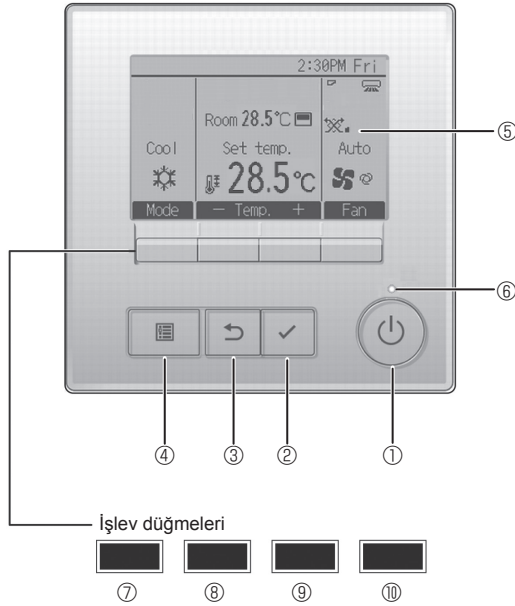

Fig. 6-2
6.3.1. Kablolu uzaktan kumanda kullanılarak (Fig. 6-2)
① [AÇMA/KAPATMA] düğmesi